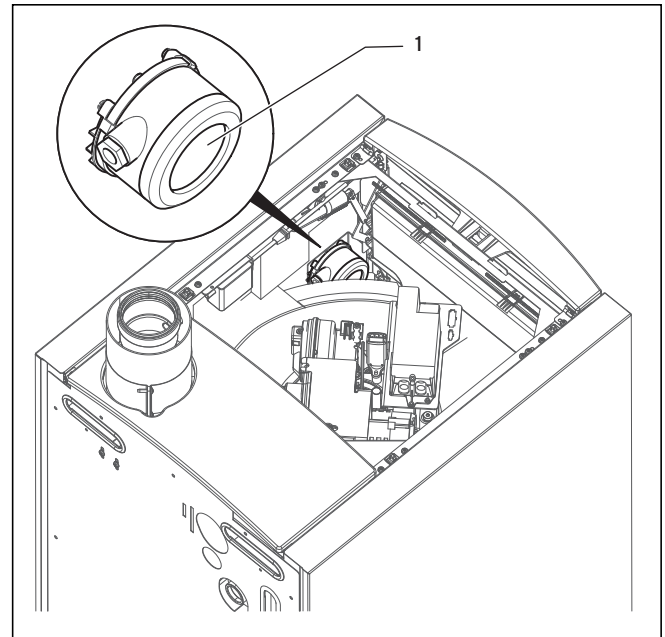

Fig. 8.16 Capsule de pression des gaz brûlés
- La capsule de pression des gaz brûlés (1) se trouve à l'intérieur du carénage droit de l'appareil, à la hauteur du brûleur et sous le tapis d'isolation phonique (voir Fig. 8.16).